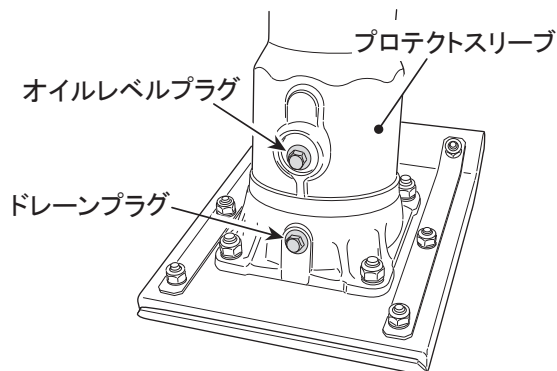

図 2
- 本機を水平な場所に置いて、プロテクトスリーブのオイルレベルプラグを外して真横から見て、本機潤滑油が規定量入っているか目視で確認してください。(図2)